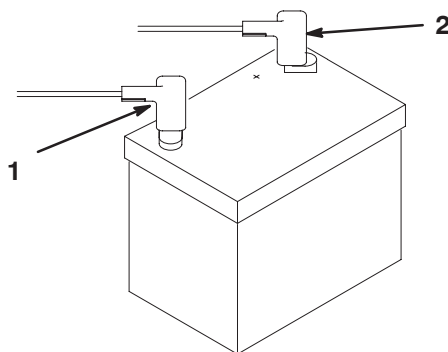

Figure 9
2. Branchez le câble de batterie positif (rouge) entre le solénoïde de démarreur et la borne positive (+) de la batterie (Fig. 9). Serrez-le avec une clé et enduisez la borne de vaseline. Vérifiez que, lorsque le siège est en position extrême arrière, il n'est pas en contact avec le câble car il risquerait de l'user ou de l'endommager.